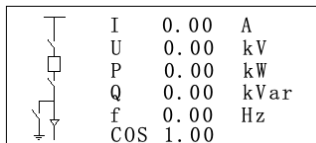

图 7-1 显示刀闸位置主信息图
7.2.1 装置上电后,显示装置型号及公司名称,5s后退出;转入显示装置“主信息图”,“主信息图”可以在设置参数菜单中选择显示普通刀闸、手车位置、只显示断路器或者不显示(具体设置请参阅7.2.8节“设置”)。如下图7-1所示:
在图7-1(主信息图)状态下按“确认”键进入主菜单。如图7-2~7-4示: